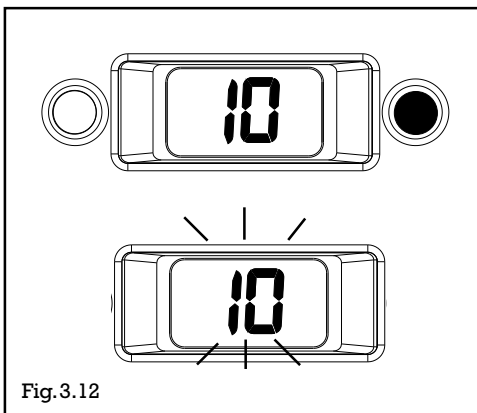

Fig.3.12
- puis se verrouille : l'indicateur lumineux rouge s'allume et un code anomalie clignote sur l'afficheur (fig.3.12).